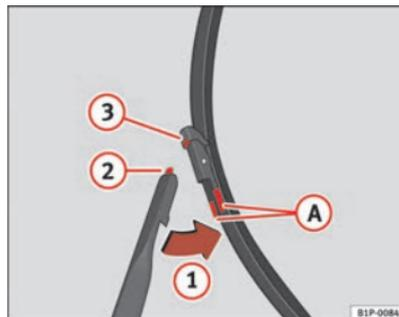

Fig. 149 Sostituzione delle spazzole dei tergicristalli
- Premere i pulsanti laterali **A** e liberare la spazzola spostandola nel senso della freccia **1** ⇒ fig. 149. ▶
⇒ pag. 238, fig. 149.
- Spostare la spazzola verso il braccio in senso contrario a quello della freccia ①, fino a sentire un click ⇒ pag. 238, fig. 149.